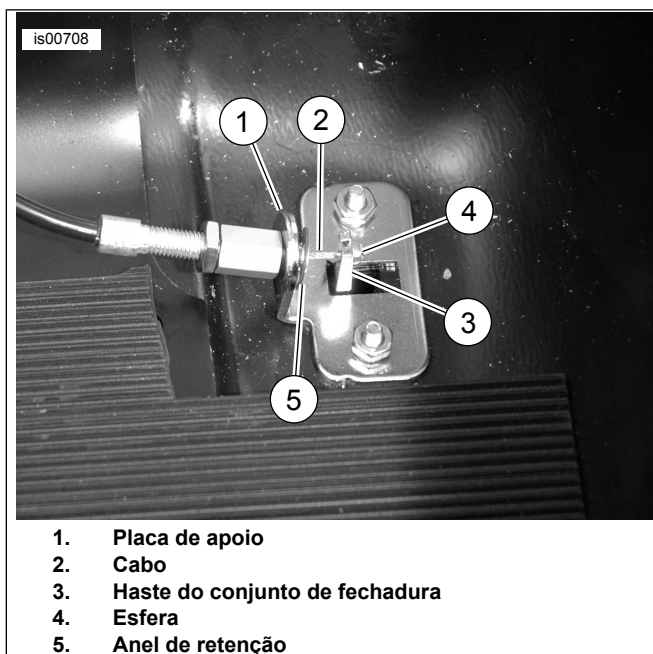

Figura 5. Instalação do conjunto do cabo
2. Veja a Figura 5. Remova o anel de retenção na extremidade do conjunto do cabo que tem a porca de ajuste.
3. Passe a ponta do cabo pelo furo na placa de apoio (1) do conjunto de fechadura, e passe o cabo (2) dentro da fenda na haste do conjunto da fechadura (3) de forma que a esfera na extremidade do cabo (4) o mantenha afiado.
4. Instale o anel de retenção (5) dentro da ranhura de encaixe do cabo.